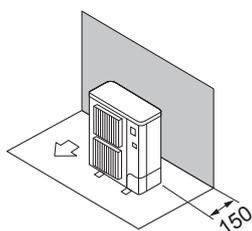

Fig. 2-3
- ① Кедегілер тек артқы жағында (Fig. 2-3)